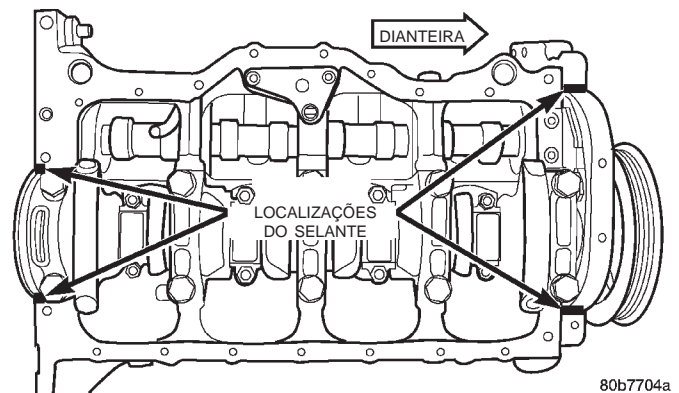
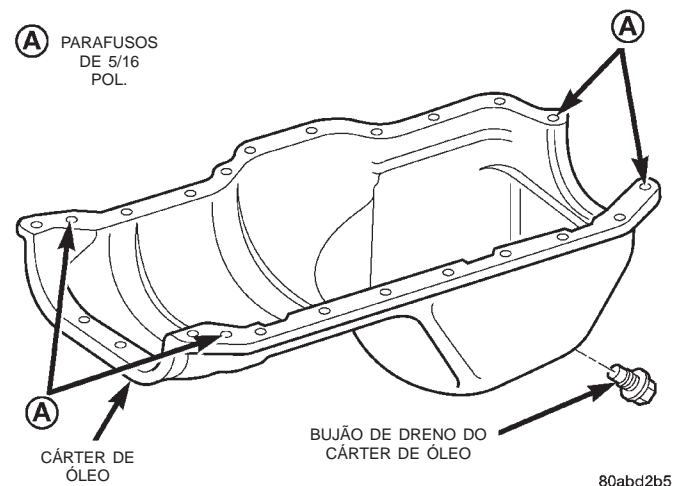

Fig. 61 Localização do Mopar® Silicone Adhesive Sealant (Selante Adesivo de Silicone da Mopar®) no Bloco de Cilindros
Fig. 62 Posição dos Parafusos de 5/16 pol. do Cárter de Óleo
(4) Aplique Mopar® Silicone Adhesive Sealant (Selante Adesivo de Silicone da Mopar®) sobre o bloco de cilindros em quatro locais conforme ilustrado (Fig. 61)
(5) Deslize a gaxeta de uma só peça sobre as cavilhas e no bloco e tampa da caixa de regulagem.
(6) Posicione o cárter de óleo sobre as cavilhas e na gaxeta.
(7) Instale os parafusos de 1/4 pol. do cárter de óleo. Aperte esses parafusos com um torque de 9.5 N·m (84 pol.-lb.). Instale os parafusos de 5/16 pol. do cárter de óleo (Fig. 62). Aperte esses parafusos com um torque de 15 N·m (132 pol.-lb.).
(9) Abaixe o motor até que esteja adequadamente localizado nas montagens do mesmo.
(10) Instale os parafusos de uma extremidade a outra e aperte as porcas.
(11) Abaixe o porta-macaco e remova o pedaço de madeira.
(12) Instale o volante e a tampa de acesso da caixa do conversor de torque.
(13) Instale o motor de arranque.
(14) Conecte o cano do escapamento à alça e ao coletor do escapamento do motor.
(15) Instale o bujão de drenagem do cárter de óleo (Fig. 62). Aperte os parafusos com um torque de 34 N·m (25 pés-lb.).
(16) Abaixe o veículo.
(17) Conecte o cabo negativo à bateria.
(18) Alimente o cárter de óleo com óleo do motor no nível especificado.